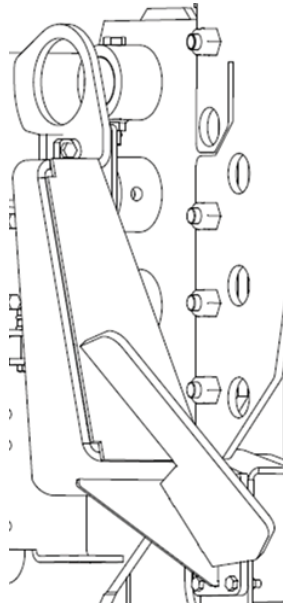

Figure 12 - Came de la valve déviatrice
1. Retirez la came de la valve déviatrice (voir la Figure 12 - Came de la valve déviatrice).